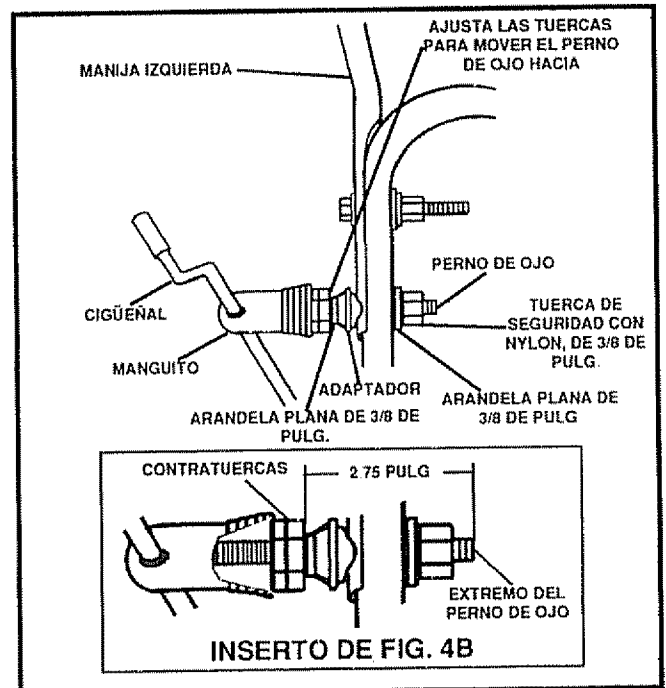

FIG. 4B
- Remueva la tuerca de seguridad con nylon de 3/8 de pulgada y arandela plana del conjunto del perno de ojo (en el conjunto del cigüeñal del canal de descarga) Verifique para asegurarse de que las dos contratuercas de 3/8 de pulgada estén apretadas. Las contratuercas deben estar a 2.75 pulgadas del extremo del perno de ojo (Inserto Fig. 4B).